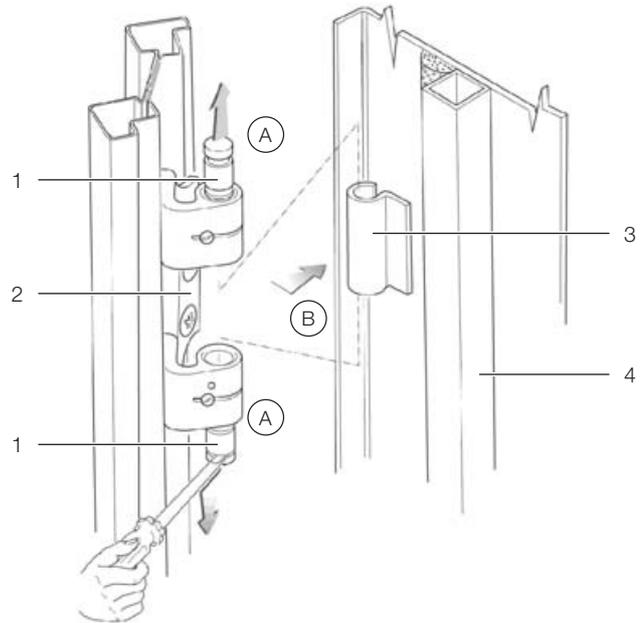

Imagen 24: Bisagra – Desmontaje
- Extraiga los pernos de las cuatro bisagras, levantando los pernos con una herramienta adecuada (por ej. un destornillador) hasta hacerlos saltar de la bisagra (imagen 24, paso A).
- Extraiga la puerta del armario (imagen 24, paso B).